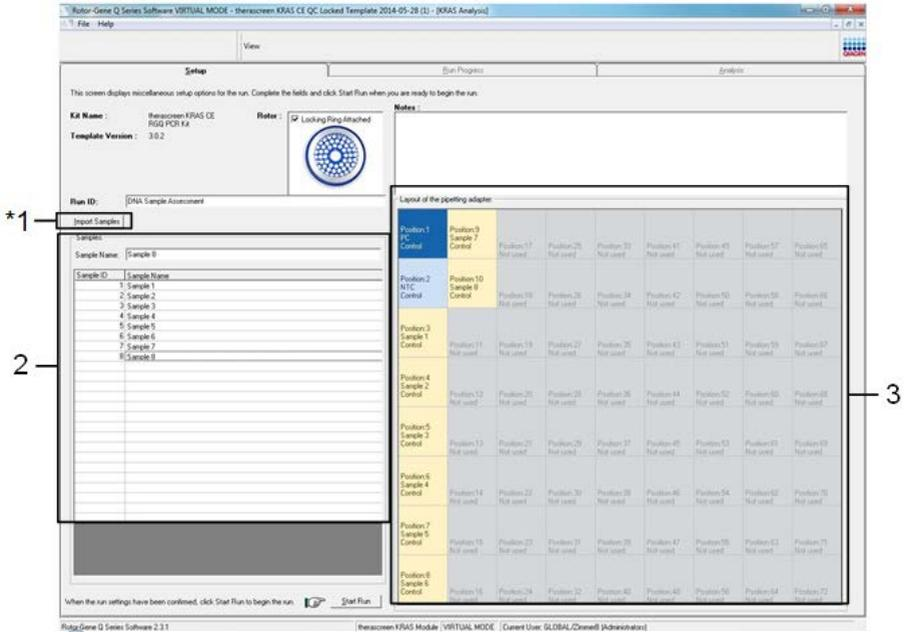
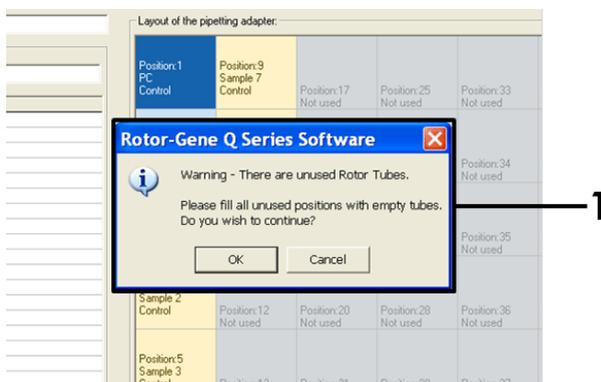

Figura 5. Campo de diálogo "Notes" (Notas), "Start Run" (Iniciar execução) e "Warning" (Aviso) sobre as posições do rotor não utilizadas.
Figura 6. 1 = "Warning" (Aviso) sobre as posições do rotor não utilizadas.
18. Quando tiverem sido introduzidos todos os nomes de amostras, certifique-se de que os mesmos estão corretos. Caso necessário, adicione quaisquer informações adicionais no campo Notes (Notas) e, em seguida, clique em Start Run (Iniciar execução) (Figura 5).
Nota: Se alguma posição do rotor não estiver a ser utilizada, é apresentado um "Warning" (Aviso) (Figura 5 e Figura 6) recordando o utilizador de que todas as posições não utilizadas do rotor devem ser ocupadas por tubos vazios com tampas. Certifique-se de que todas as posições não utilizadas do rotor estão ocupadas com tubos vazios com tampas e clique em OK para prosseguir.